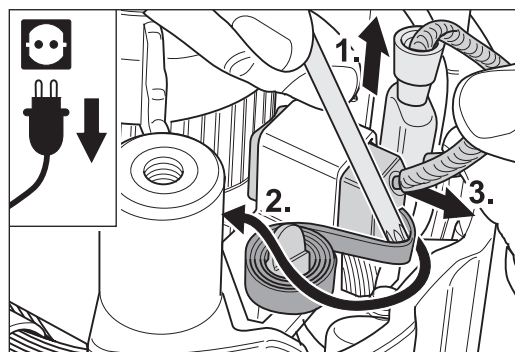

Bild 49 Dra av anslutningskontakten (1.), vrid mässingstryckbygeln åt sidan (2.) och ta av kolborsten (3.).
- 4 Dra av en kolborstes anslutningskontakt från kolhållaren (bild 49, 1.).
- 5 Vrid kolhållarens mässingstryckbygel åt sidan med hjälp av universalnyckeln (bild 49, 2.) och ta av den uppslitna kolborsten (bild 49, 3.).